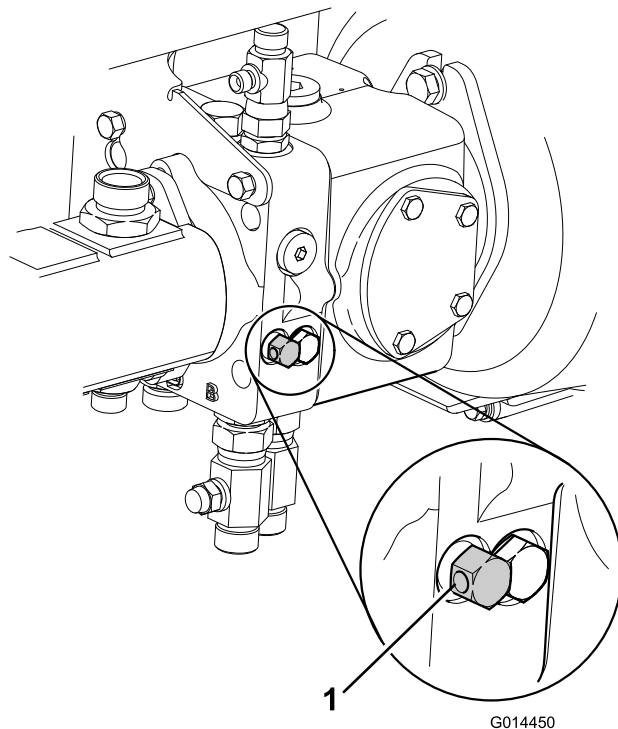

Figure 46
1. Mettez hors service le système de freinage de service hydraulique en tournant la vanne de dérivation située sous la pompe de transmission dans le sens antihoraire (Figure 46) de 3 tours au maximum.